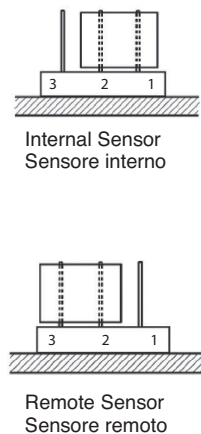
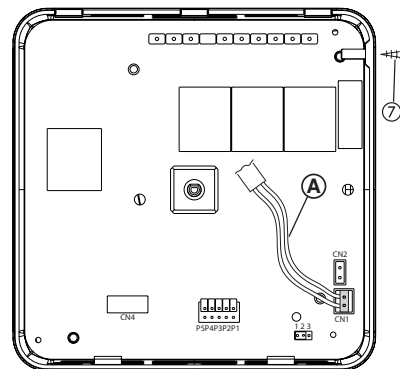

Fig. 1
Fig. 3
■ Aprire il comando svitando l'apposita vite di chiusura (fig. 3) riferimento g, collegare il sensore lato connettore sulla scheda elettronica al connettore siglato (CN1). Selezionare il jumper JP1 nella posizione S0 (CHIUSURA PIN 2/3) fig. 1 (SENSORE REMOTO).
■ Unscrew the fastening screw (fig. 3),
■ Set JP1 jumper to S0 (CLOSING PIN 2/3) Fig. 1 (REMOTE SENSOR).